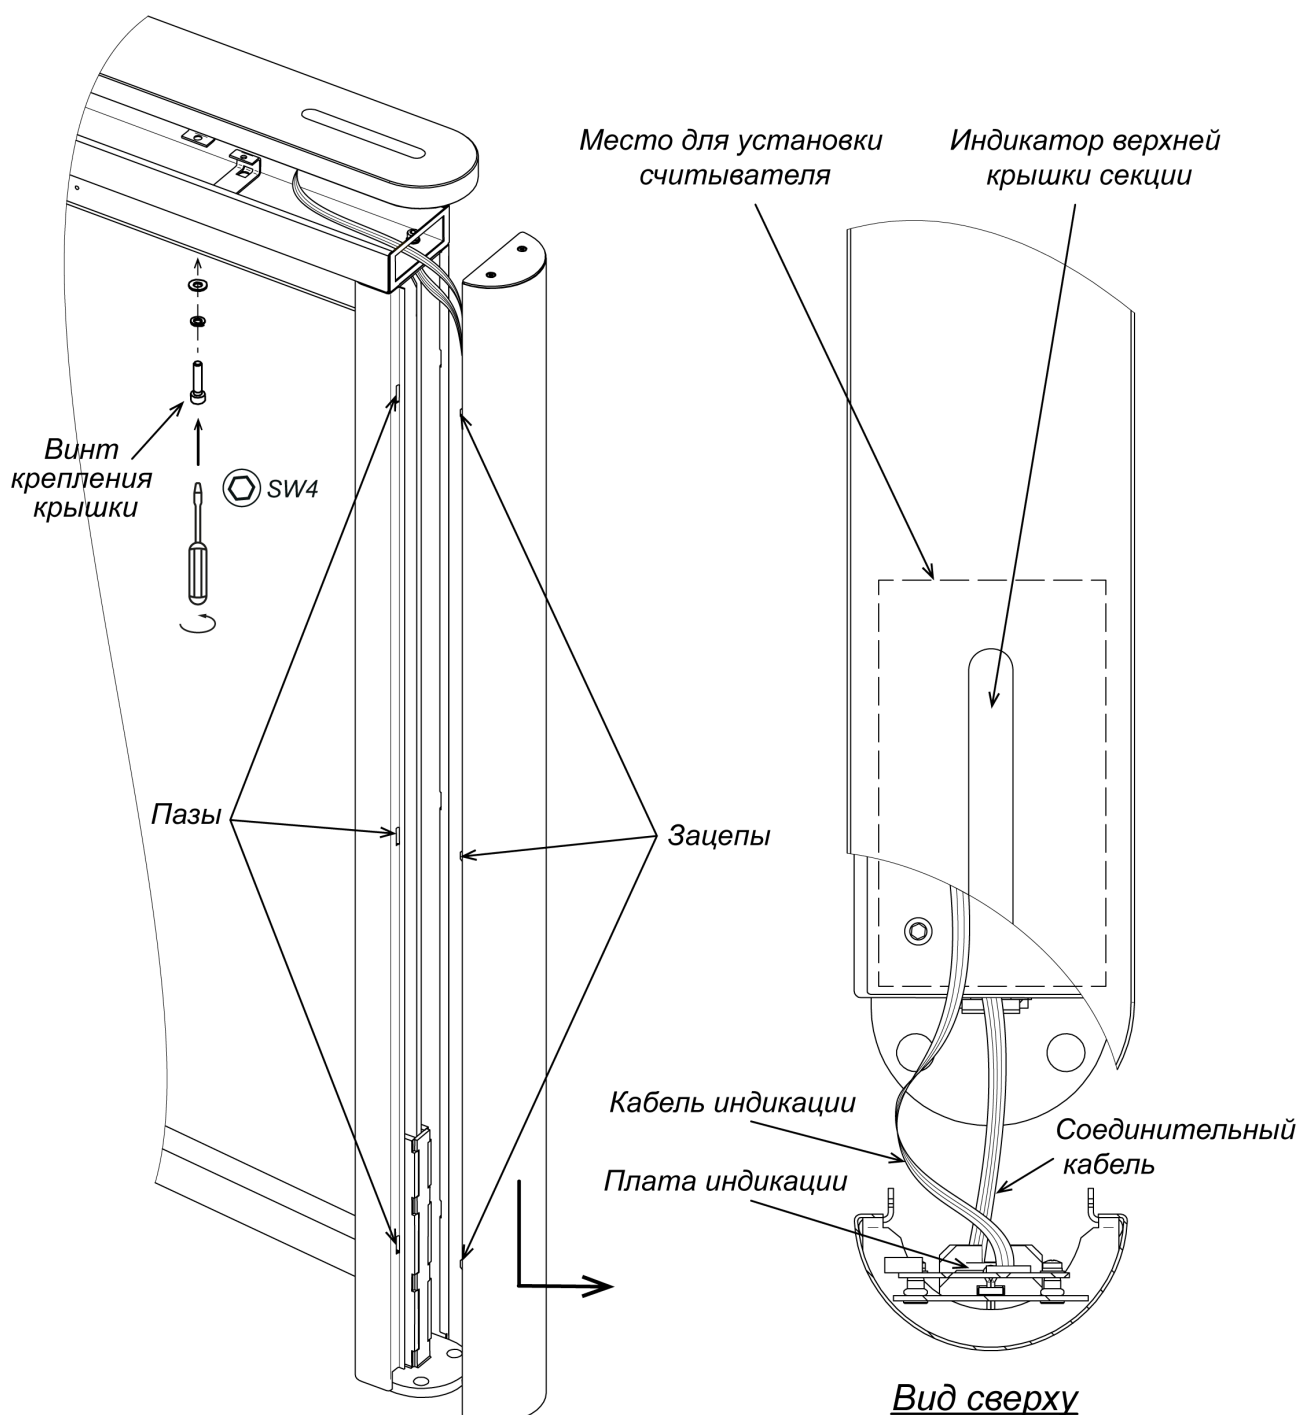

Рисунок 20. Снятие передней панели боковой стойки
21. При необходимости произведите монтаж считывателей карт доступа в верхнем коробе секции (см. рис. 20).
Для снятия передней панели боковой стойки (10) – сдвиньте ее вдоль стойки вниз и затем на себя, выводя зацепы панели из пазов в боковой стойке (см. рис. 20). Осторожно, не повредите соединительный кабель! Отсоедините разъем соединительного кабеля от платы индикации.
- Подключите соединительный кабель от модуля управления индикацией (разъем "PASS", рис. 20) к плате индикации.
- С помощью ключа шестигранного SW4 закрутите четыре винта M4×16 с пружинными шайбами из комплекта поставки через отверстия в нижней части верхнего короба секции (см. рис. 20).